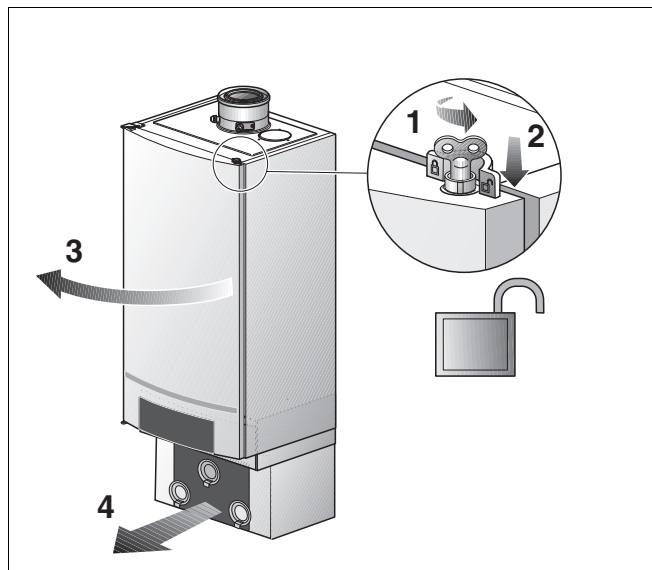

Bild 23 Öppna panndörren
- Vrid panndörrens lås ett kvarts varv med luftningsnycklen (bild 23, **förstoring**).
- Tryck låset nedåt (bild 23) och öppna panndörren.